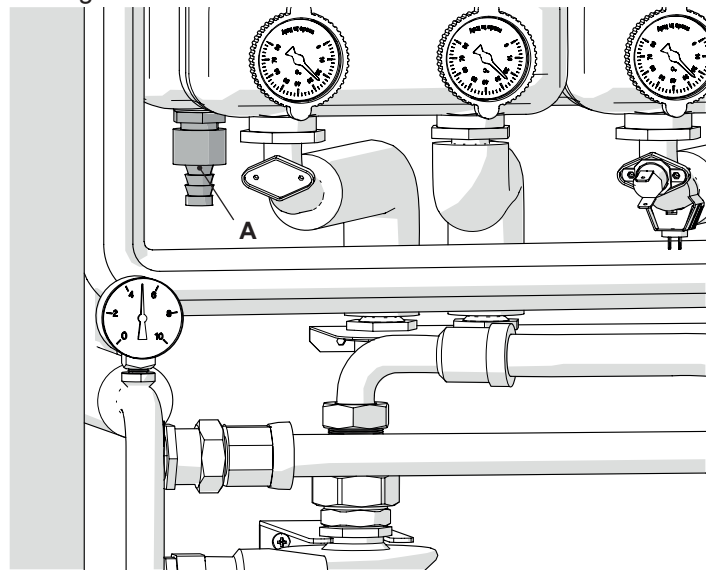

Figura 5.1
- Avvitare un portagomma all'attacco del rubinetto (A), inserire un tubo in gomma nel portagomma e allentare il rubinetto di svuotamento del circuito riscaldamento indicato in Figura 5.1.